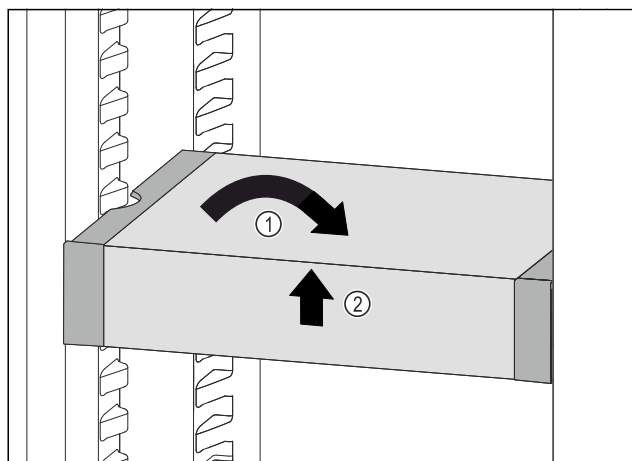

Fig. 104
- 将 VarioSafe 放平。Fig. 104 (1)
- 抬起 VarioSafe 前部。Fig. 104 (2)